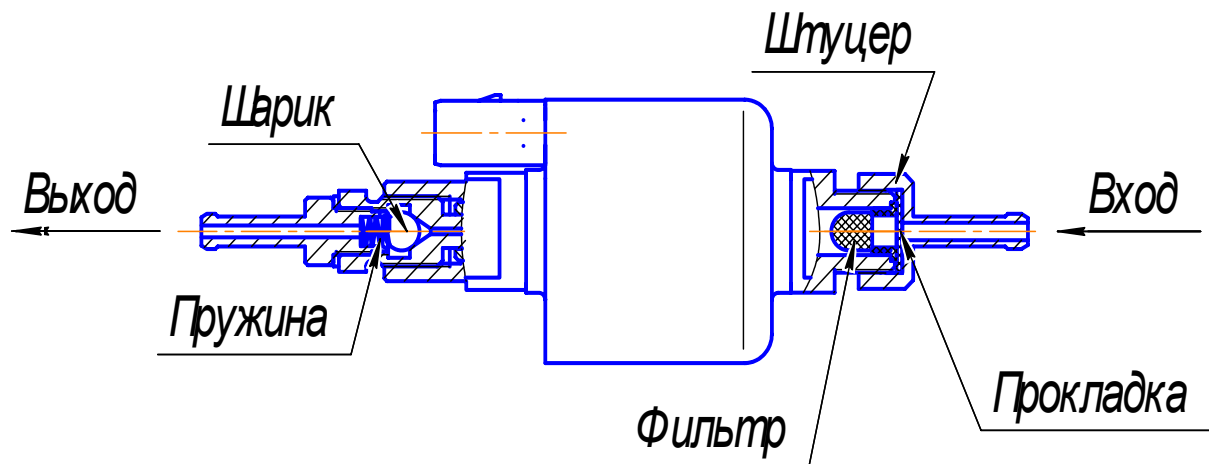

Рис. 6 -Топливный насос
5.9.1 Топливный насос ( рис. 6) служит для дозированной подачи топлива в камеру сгорания.
- проверить герметичность соединения между корпусом топливного насоса и входным штуцером (см. рис.6). Проверку производить воздухом давлением не более  $1 \text{ кгс/см}^2$ . Давление подводить со стороны входа и выхода одновременно. Если соединение негерметично необходимо заменить прокладку в штуцере (см. рис 6).